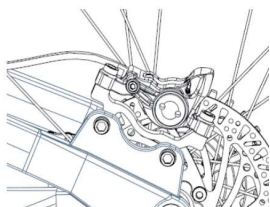
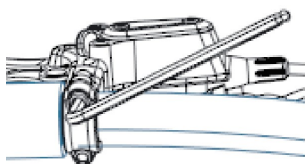

Figure 2-3 Orientation de l'étrier de frein
Figure 2-4 Installation du levier de frein
- ① Installez l'étrier de frein avant / le convertisseur d'étrier de frein arrière sur les trous de vis de support (comme indiqué sur la figure 2-3).
- ② Desserrez les vis de fixation du corps de l'étrier de frein pour mettre le corps de l'étrier de frein dans un état qui peut être réglé avec précision, puis installez le convertisseur sur le cadre.
- ① Fixez d'abord le levier de frein.
- ② Serrez une vis à moitié serrée, puis serrez l'autre vis et enfin remettez la vis d'origine pour la serrer (comme indiqué sur la figure 2-4).
- ③ ★ Couple de verrouillage du levier de frein = 60 ~ 80 kgf·cm (52 ~ 69 lbf·in).
- ④ Saisissez le levier de frein pour le maintenir enfoncé et serrez les vis de fixation du corps de l'étrier de frein pendant que la plaquette de frein appuie sur le disque.
- ⑤ Veuillez appuyer plusieurs fois sur le levier de frein pour confirmer si l'action de freinage est normale et s'il y a une fuite d'huile.
- ⑥ ★ Couple de serrage de la vis de fixation du convertisseur = 70 ~ 90 kgf·cm (60,8 ~ 78,1 lbf·in).